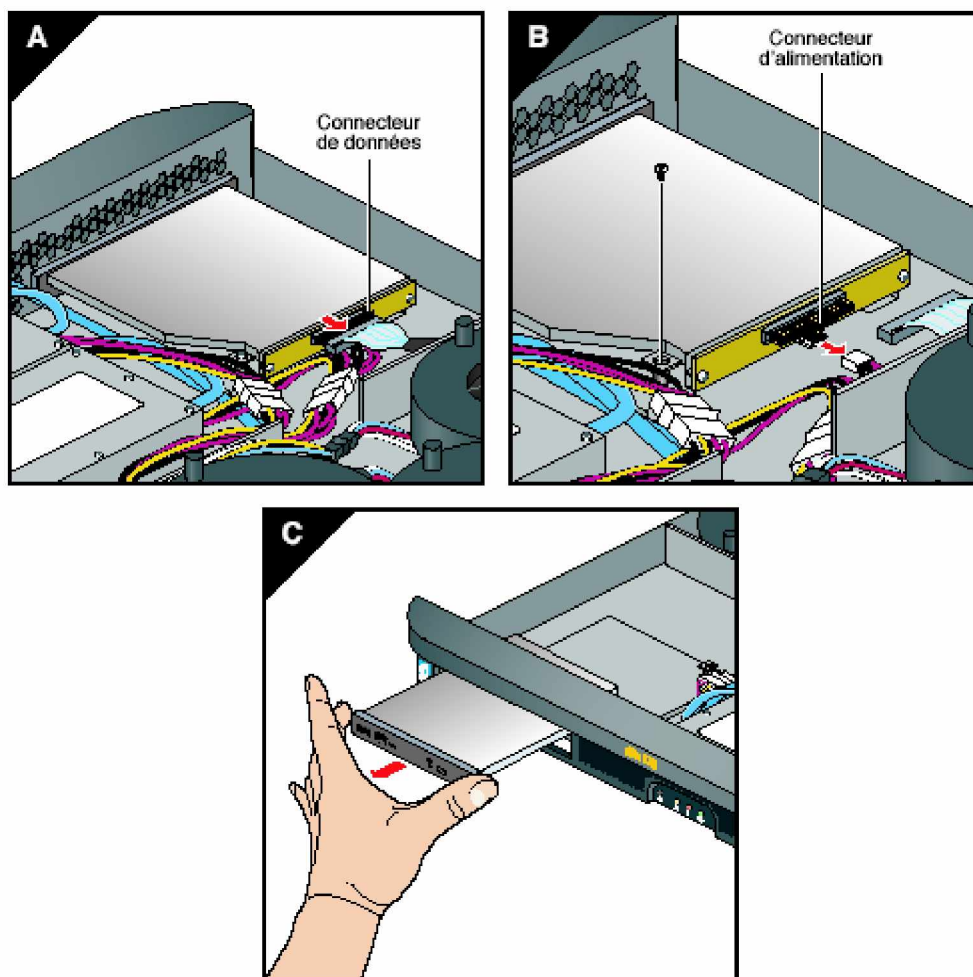

Figure 6-8 **Enlèvement du lecteur DVD**
6. En travaillant de l'avant de l'unité, enlevez la vis de retenue de la partie arrière droite du lecteur DVD (reportez-vous à la figure 6-8 à la page 112).
9. Remplacez un nouveau lecteur DVD dans le châssis en inversant les trois premières étapes (reportez-vous à la figure 6-8 à la page 112).